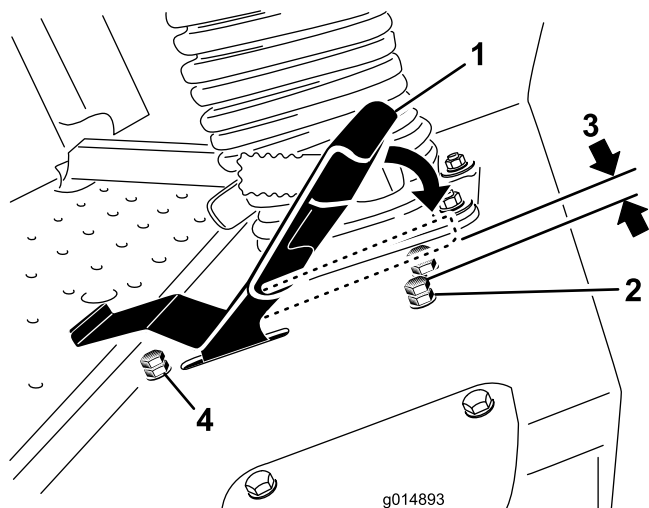

Рисунок 60
- Отпустите зажимную гайку на упорном болте педали тяги (Рисунок 60).